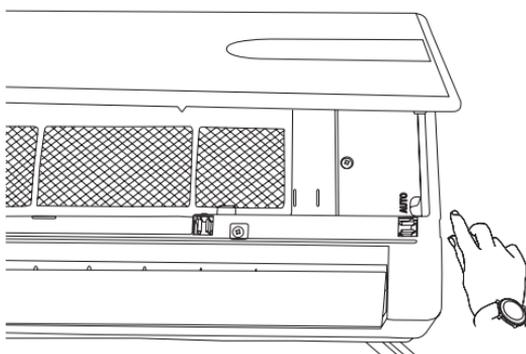

Fig. 21
1. Si la unidad está encendida, puede presionar el botón AUTO (Ver fig. 21) para apagar el equipo.
2. Si la unidad está apagada, puede presionar el botón AUTO (Ver fig. 21) para encender el equipo.